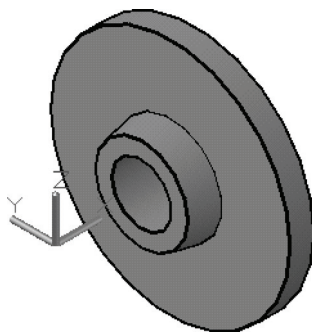

图 10-45 概念视觉样式
7) 指定视觉样式。在“视图”菜单中选择“视觉样式”→“概念”命令,则模型的视觉效果如图 10-45 所示。